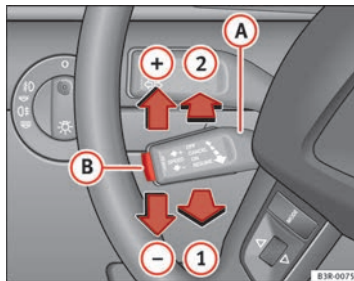

Abb. 140 Bedienelemente der Geschwindigkeitsregelanlage
- Drücken Sie den Hebel **(A)** nach oben in Richtung  $\Rightarrow$  Abb. 140 **(+)**.
- Drücken Sie den Hebel **(A)** nach unten in Richtung  $\Rightarrow$  Abb. 140 **(-)**.
- Durch kurzes Drücken des Hebels **(A)** nach oben in Richtung  $\Rightarrow$  Abb. 140 **(+)** wird die gewünschte Geschwindigkeit um etwa 2 km/h erhöht.
- Durch kurzes Drücken des Hebels **(A)** nach unten in Richtung  $\Rightarrow$  Abb. 140 **(-)** wird die gewünschte Geschwindigkeit um etwa 2 km/h verringert.
Falls beim vorübergehenden Ausschalten keine gewünschte Geschwindigkeit gespeichert war, können Sie eine neue gewünschte Geschwindigkeit wie folgt speichern: Fahren Sie mit der gewünschten Geschwindigkeit und drücken Sie dann kurz die Drucktaste → Abb. 140 (B) (SET).
- Drücken Sie den Hebel (A) → Abb. 140 in Position (2) (gerastet).